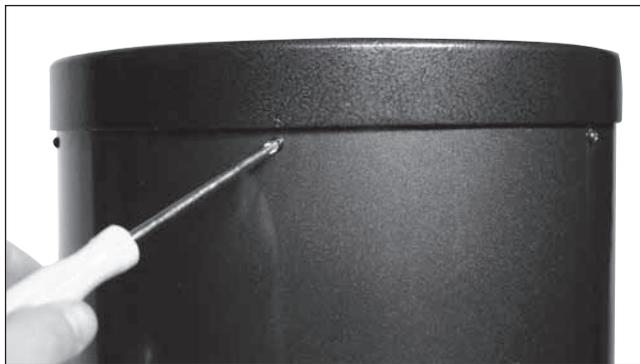

Figura 13. Para quitar el anillo de extremidad, desenrosque los tornillos Phillips que lo sujetan al tubo.
11. Para instalar el barrilete del espejo en el tubo óptico, primero hace falta quitar el anillo de extremidad fijado a la sección inferior del tubo óptico. Esto se hace desenroscando y quitando los seis tornillos de cabeza Phillips (ocho sobre el XX14g) que sujetan el anillo de extremidad al tubo (**Figura 13**), y después tirando el anillo de extremidad para que se quite del tubo.